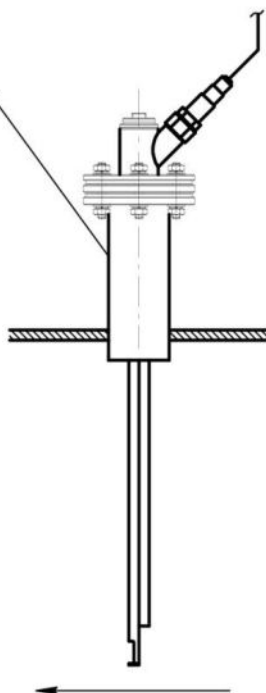

Рис. 6— Рекомендуемое положение пробоотборных устройств при расположении на верхней стенке газохода
- для размещения на верхней стенке газохода (вертикальное), см. *Рис. 6*;
При наличии в потоке газа большого количества твердых частиц, предпочтительное положение зонда – вертикальное см. *Рис. 6*;